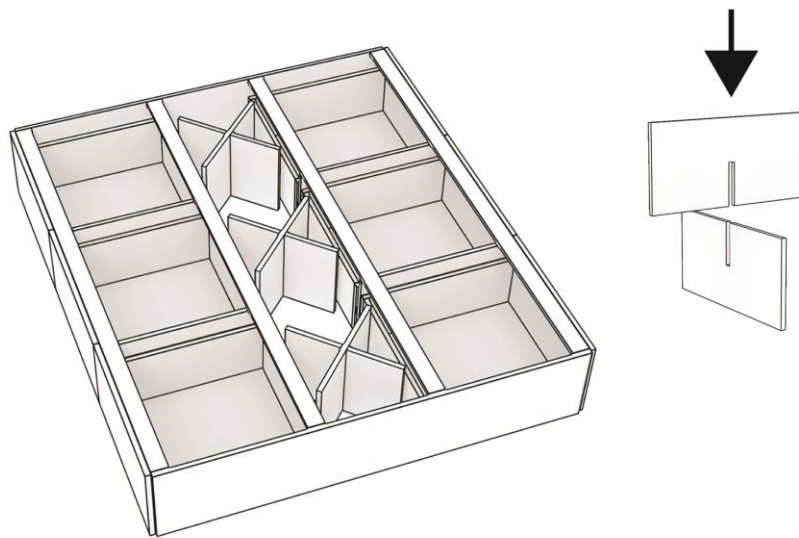

Abbildung 5: Montage der Kreuzbalken und Beispiel der Positionierung bei einem Bettboden mit Schubladen
Schritt 6. Montieren Sie dann die 3 Kreuze und positionieren Sie diese wie in Abbildung 5 dargestellt. Bei Betten mit einer Abmessung von 140 x 200 cm und 160 x 200 cm müssen keine Kreuze angebracht werden.